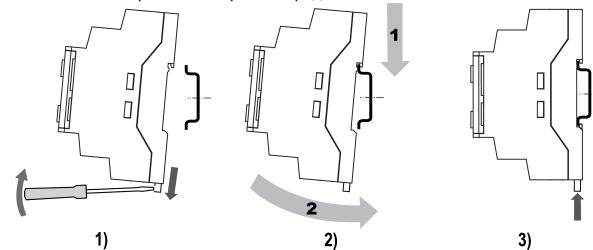

Рисунок 1 – Монтаж и демонтаж прибора
- Установить прибор на DIN-рейку, предварительно оттянув защелку (см. рисунок 1, 1).
- С усилием прижать прибор к DIN-рейке и зафиксировать защелку (см. рисунок 1, 2 и 3).